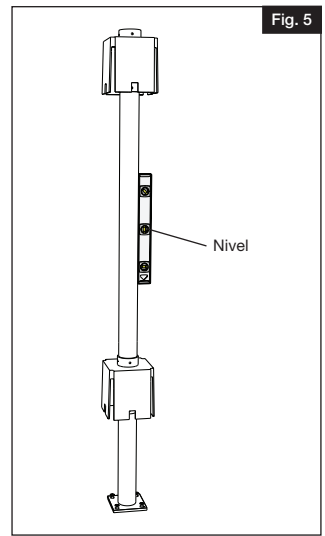

Fig. 5
- Con un nivel, compruebe que la montura del poste estructural está a plomo y nivelada (Fig. 5).